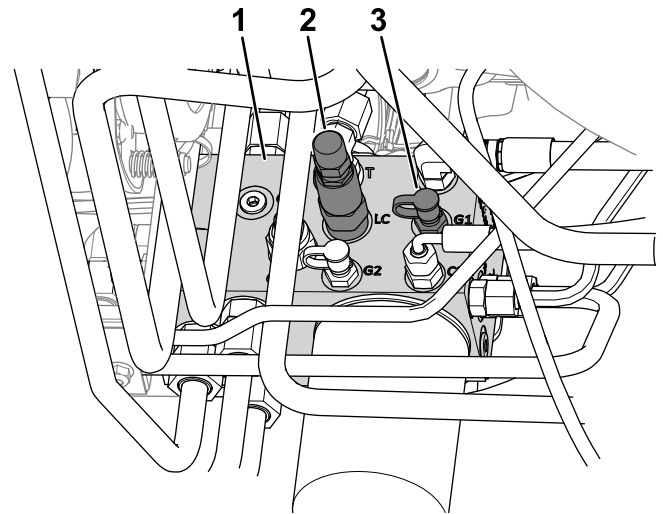

Figura 24
- Collegate un manometro alla porta diagnostica (con l'etichetta G1; fate riferimento a Figura 24).
- Cursore di trasferimento del peso (LC)
- Sul lato del collettore di sollevamento, rimuovete il cappuccio dalla porta diagnostica (con l'etichetta G1; fate riferimento a Figura 24).
- Allentate il controdado all'estremità del cursore di trasferimento peso (con l'etichetta LC; fate riferimento a Figura 24)